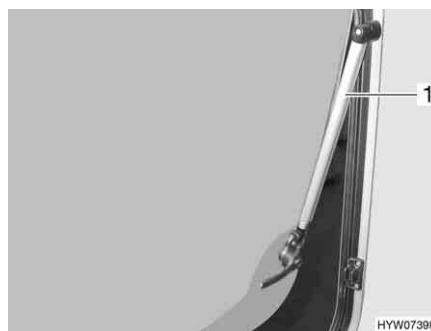

Fig. 50 Fenêtre projetante avec bras automatique
- Fenêtre projetante avec bras automatique : Ouvrir la fenêtre projetante jusqu'au cran d'arrêt souhaité. Le bras automatique (Fig. 50,1) s'enclenche automatiquement.